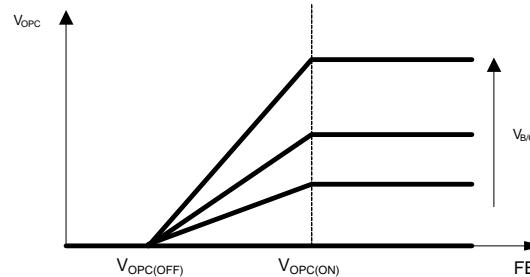

图 7: 补偿电流与 FB 和 B / O 电压的关系
采样电阻的电压上加入了与 B/O 电压成比例的偏移电压。B / O 电压与输入电压成正比。FB 和 B / O 上的电压相关的补偿如图 7 所示。V_{OPC} 可以使用公式 (4) 计算：